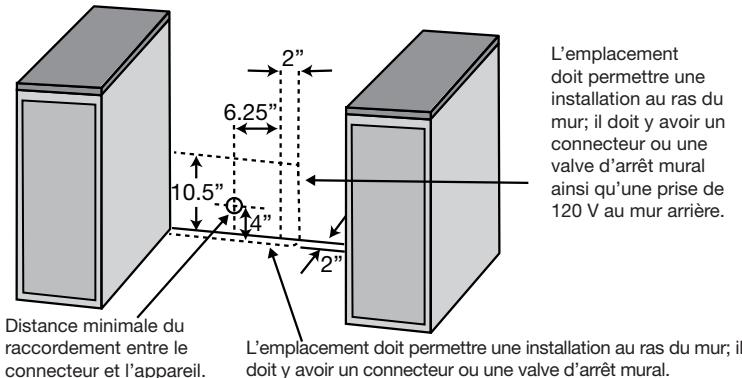

Figure 2
- La sortie d'alimentation en gaz doit être située près de l'ouverture de l'appareil (voir la figure 2).